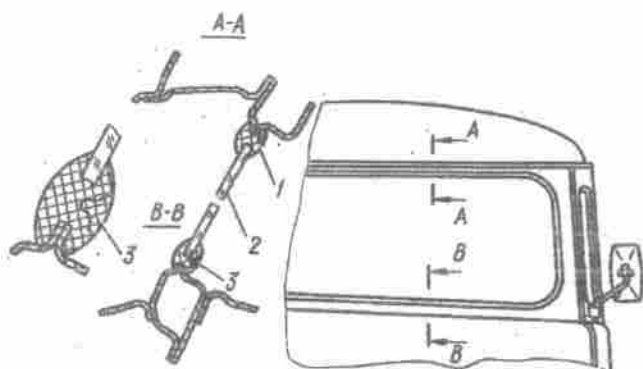

Bild 261. Windschutzscheibe;
2. Spreizeinlage 3 (Bild 261), die an der Innenseite der Windschutzscheibe angeordnet ist, aus der Dichtung der Windschutzscheibe herausnehmen.